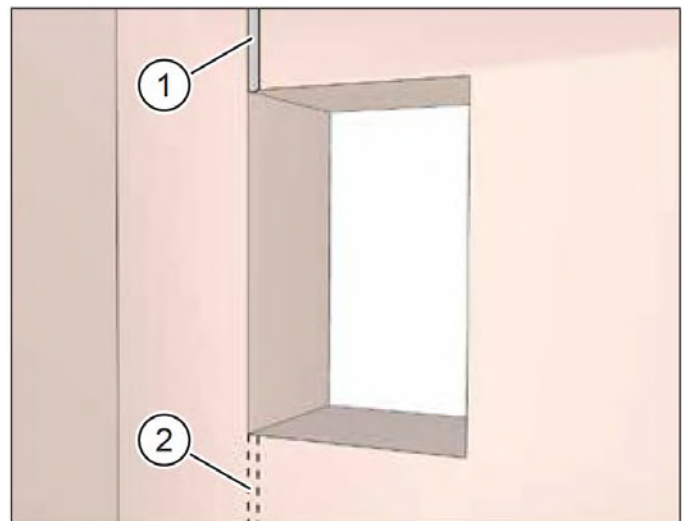

Рис. 10: сделать штробы в стене для соединительного кабеля
- ▶ Сделайте канал для сетевого кабеля и кабеля линии управления (поз. 1 на рис. 10).
На рис. 10 изображен пример штробы. Альтернативная штроба в стене показана пунктирными линиями (поз. 2 на рис. 10). Для дальнейшего монтажа электропроводки рекомендуется заводить сетевой кабель и кабель линии управления с обратной стороны стенного проема.